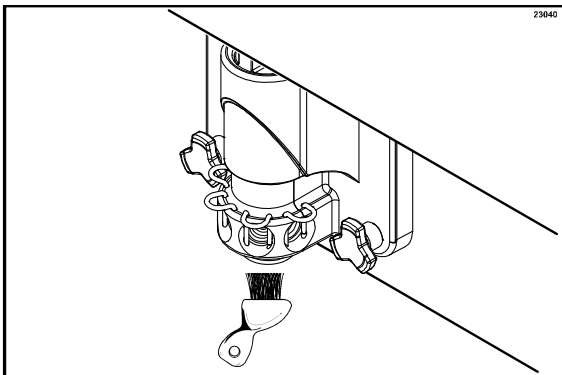

Figura 55
10. Volte à máquina com uma pequena quantidade de solução de limpeza. Com um balde embaixo da saída da porta do cilindro, mergulhe a escova na solução de limpeza e escove os orifícios de saída do xarope e de saída da porta, a parte inferior do spinner, a lâmina do spinner e conexões da linha de xarope. (Veja a Figura 55.)